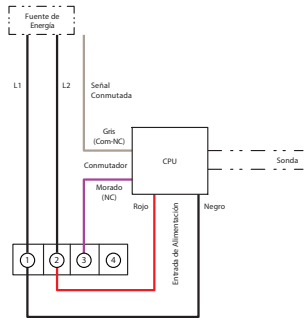

Figura 2: Opción de cableado 1*:
5. Cableado Opción 1*: Línea Interferir Comunicación (Figura 2)
- Corte el cable de comunicación de la unidad interior. Conecte los cables "COM-NC" y "NC", como se muestra en la Figura 2. Insular los cables "COM-NO" y "NO" con cinta aislante.